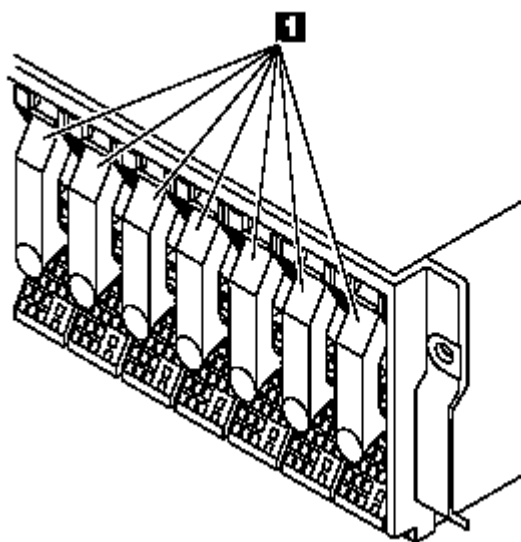

图2-2 硬盘模块标签
建议硬盘移出磁盘阵列子系统后，仍然按照它们在磁盘阵列子系统顺序摆放。硬盘模块是有标签（图2-2中的①）的。该标签上注有硬盘的类型（SCSI）和容量（例如18.2GB）。